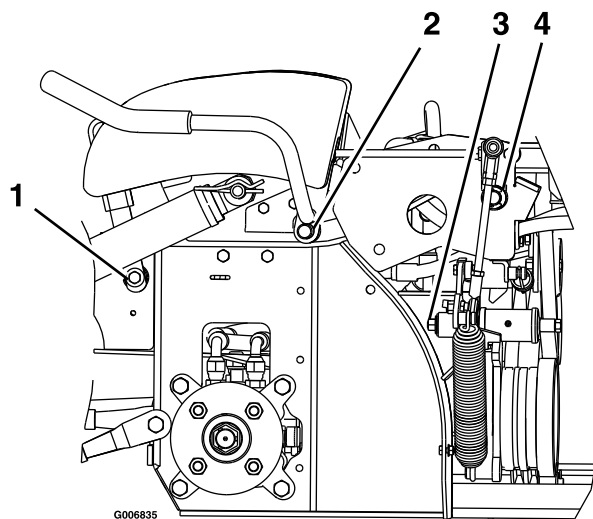

Figure 34
- Graissez les bagues en bronze du pivot du levier de frein avec un lubrifiant à pulvériser ou une huile légère (Figure 34).